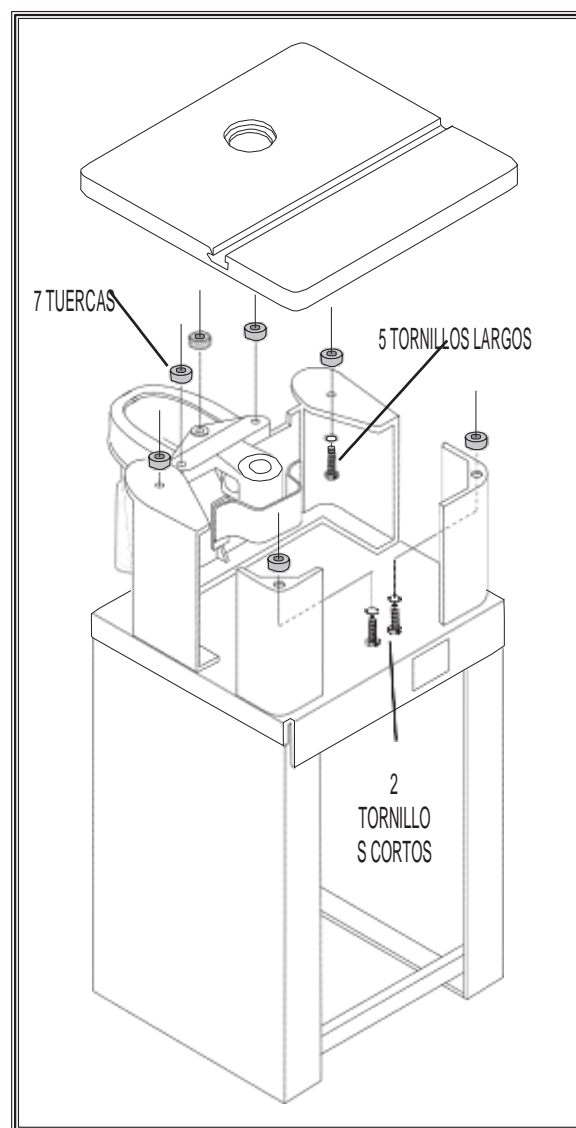

Figura 39. Instalando los espaciadores de mesa.
8. Coloque la mesa sobre los espaciadores y asegúrela al trompo con los pernos hexagonales del kit de mesa para fresa. (Figura 39).